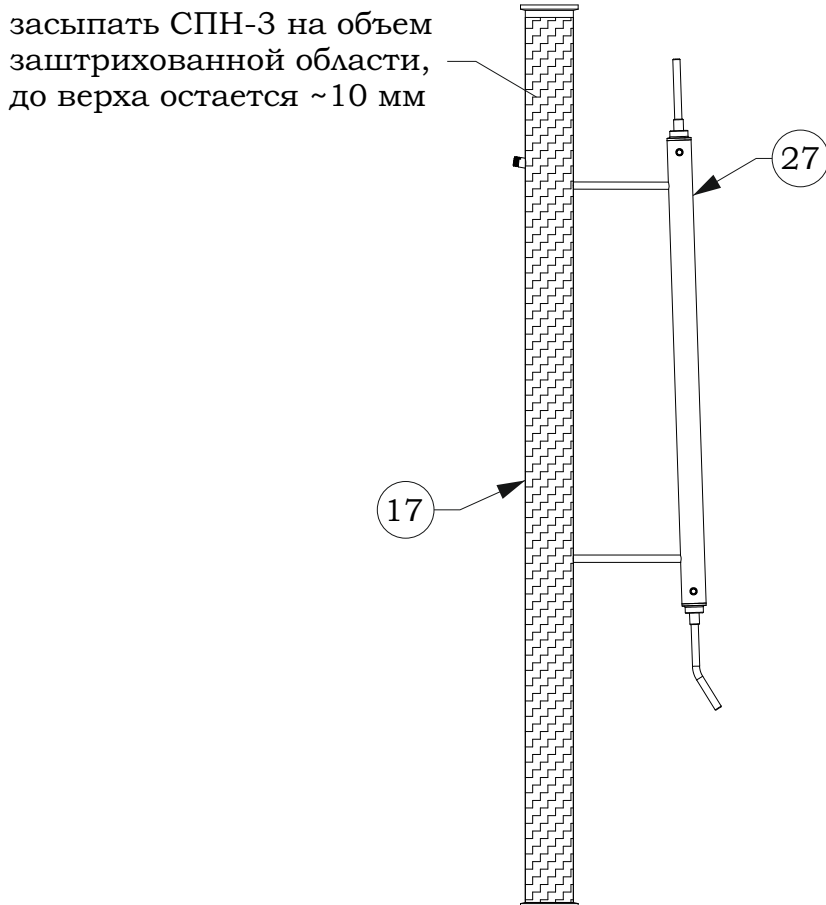

Рис. 4. Схема засыпки СПН-3 в царгу
4. Заполнить царгу (поз. 17) спирально-призматической насадкой (СПН-3), как показано на схеме. Схему см. на рис. 4.